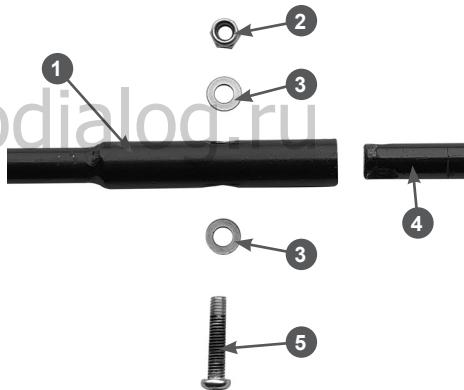

Рис. 17 Соединение верхней и нижней частей рычага управления поворотом жёлоба
- совместите отверстия в нижней и верхней частях рычага и зафиксируйте соединение с помощью болта и гайки (Рис. 17).